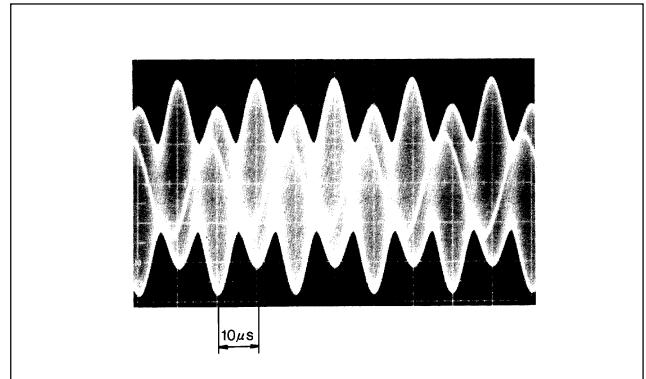
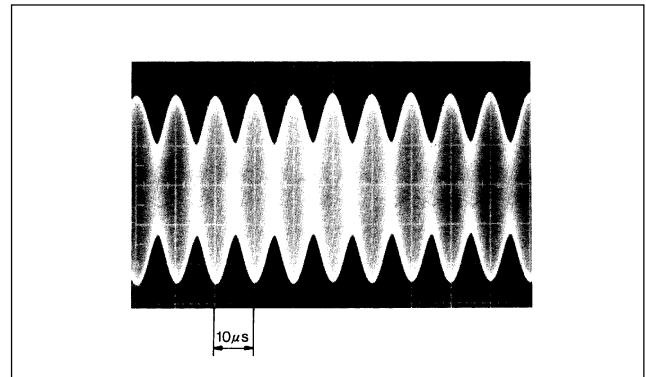

Abb. 4-7
Abb. 4-8
- ① Bereiten Sie das Oszilloskop vor, indem Sie den eingangsgekoppelten Schalter auf AC, die horizontale Ablenkung auf $10 \mu\text{s}/\text{div}$ und die vertikale Achse auf $0,5 \text{ V}/\text{div}$ einstellen und CH1 mit dem PM-Kontakt verbinden. Dabei ist die Triggerquelle an INT CH1 abzunehmen.
- ② Eine Sinuswelle erscheint bei CH1. Die Phase dieser Sinuswelle verschiebt sich in öbereinstimmung mit der Skalenbewegung, so daß die Welligkeit der Hüllkurve beobachtet werden kann. Stellen Sie die Sinuswellenamplitude durch Drehen des Reglers RV2 zunächst auf ca. 2 Vp-p ein. (Dies wird Verstärkungseinstellung genannt.)
- ③ Wird der Regler RV1 ganz nach rechts (im Uhrzeigersinn) gedreht und die Skala bewegt, erscheint die in Abb. 4-7 gezeigte Wellenform. Stellen Sie nun den Regler RV4 so ein, daß die benachbarten Spitzen die gleiche Höhe haben, wie in Abb. 4-8 gezeigt. (Dies wird Gleichstrom-Ausgleich genannt.) Falls die minimale PM-Signalamplitude auf $0,5 \text{ Vp-p}$
- ④ Wird der Regler RV1 ganz nach links (entgegen dem Uhrzeigersinn) gedreht und die Skala bewegt, erscheint die in Abb. 4-7 gezeigte Wellenform, wie im obigen Schritt ③. Stellen Sie nun den Regler RV5 so ein, daß die benachbarten Spitzen die gleiche Höhe haben, wie in Abb. 4-8 gezeigt.